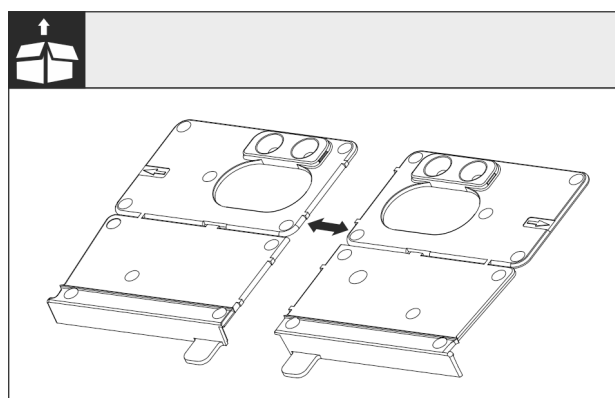

Fig. 27
- ▶ Oddel'te montážny uholník dna Fig. 27 () na perforácii.